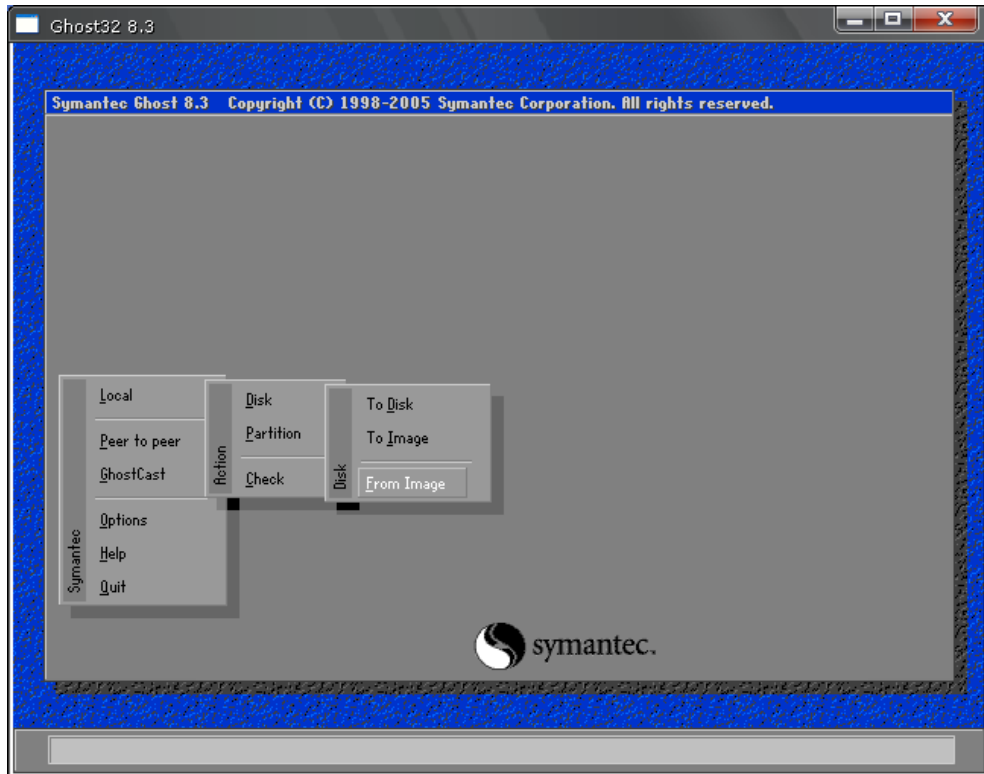
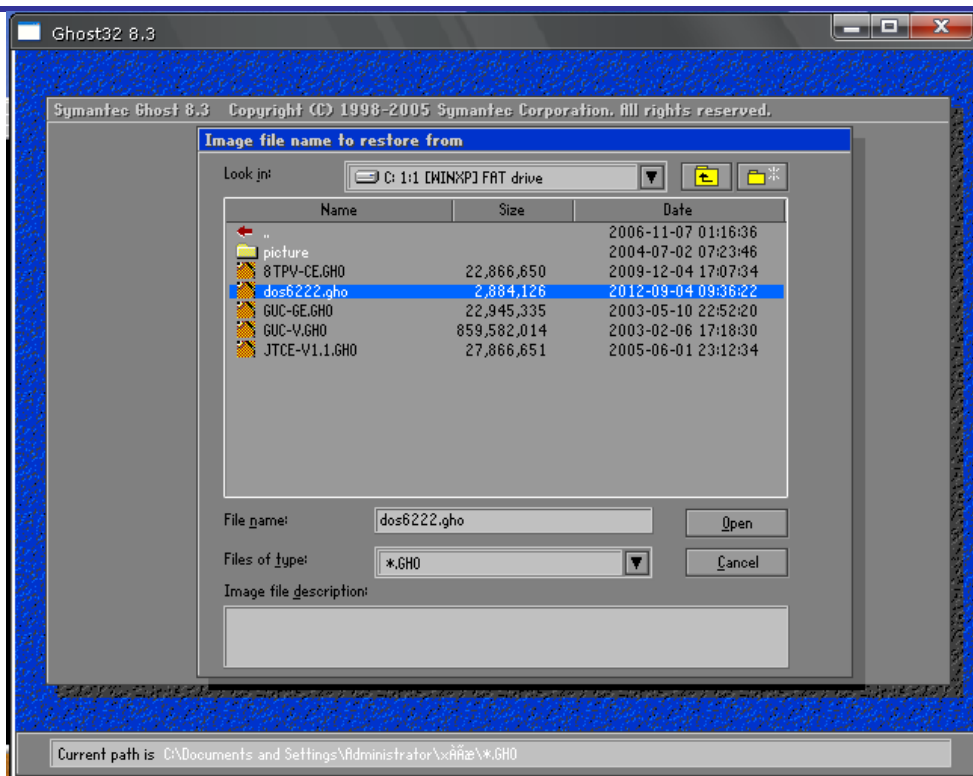

图 7-3 加载镜像文件路径界面
图 7-4 加载 U 盘启动盘镜像文件
(2) 点击 OK 后，出现如图 7-3 所示界面，依次选择“Local”→“Disk”→“From Image”，回车后出现如图 7-4 所示加载镜像文件界面，在此选择 dos6222.gho，然后回车。